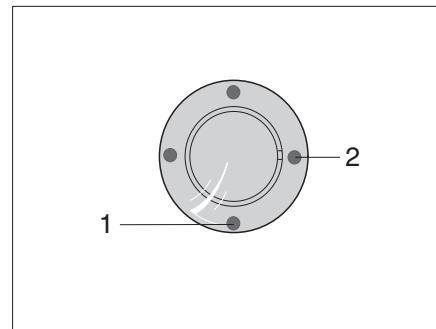
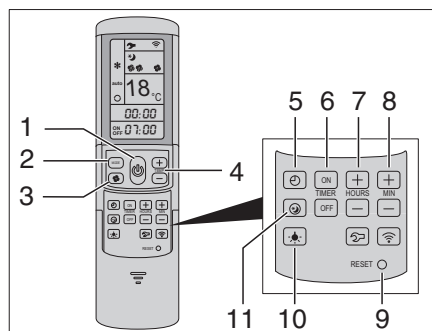

Bild 309 IR-Empfänger/Funktionsanzeige
Bild 310 Fernbedienung
Die Klimaanlage ist auf dem Dach des Fahrzeugs angebracht. Die Fernbedienung (Bild 310) für die Klimaanlage befindet sich im Küchenbereich.
- Fahrzeug an die 230-V-Versorgung anschließen. Die Klimaanlage ist betriebsbereit. Die blaue LED (Bild 309,1) leuchtet.
- Zum Einschalten die Taste (Bild 310,1) auf der Fernbedienung drücken. Die blaue LED (Bild 309,1) blinkt.
- Die gewünschte Betriebsart mit der Taste MODE (Bild 310,2) einstellen.
- Bei Bedarf mit der Taste (Bild 310,3) die gewünschte Gebläsestufe und mit den Tasten (Bild 310,4) die Raumtemperatur einstellen.
Ist die auf der Fernbedienung eingestellte Temperatur erreicht, erlischt die blaue LED (Bild 309,1), der Kompressor schaltet ab und das Umluftgebläse läuft weiter.
- Zum Ausschalten die Taste (Bild 310,1) auf der Fernbedienung erneut drücken.
- Zum Programmieren die Klimaanlage mit der Taste (Bild 310,1) auf der Fernbedienung einschalten.
- Mit der Taste (Bild 310,2) die gewünschte Betriebsart und mit den Tasten (Bild 310,4) die Raumtemperatur einstellen.
- Mit den Tasten (Bild 310,6) die gewünschte Funktion auswählen:
- Mit den Tasten (Bild 310,7 und 8) die gewünschte Schaltzeit wählen (15 Minuten bis 24 Stunden).
- Einstellung mit den Tasten "ON" oder "OFF" (Bild 310,6) bestätigen.